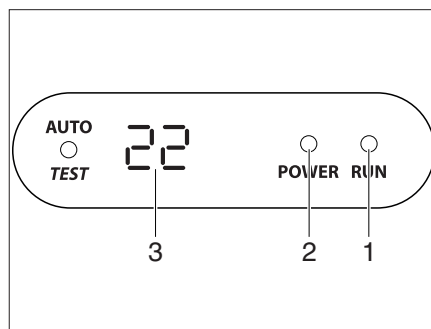

Bild 119 Display am Diffusor
- Fahrzeug an die 230-V-Versorgung anschließen. Die Klimaanlage ist betriebsbereit. Die LED (Bild 119,2) am Display des Diffusors leuchtet rot.
- Zum Einschalten den Ein-/Ausschalter (Bild 118,2) auf der Fernbedienung drücken. Die LED (Bild 119,1) leuchtet grün, wenn die Klimaanlage im Kühlbetrieb arbeitet. Die LED (Bild 119,1) leuchtet rot, wenn die Klimaanlage im Heizbetrieb arbeitet.